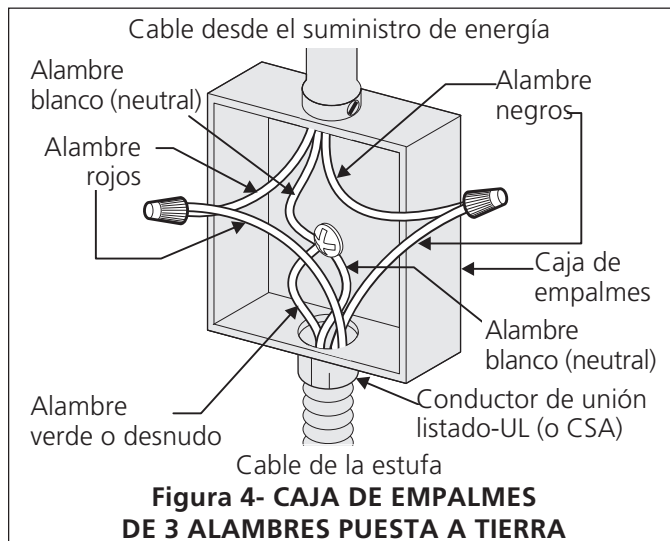

Figura 4- CAJA DE EMPALMES DE 3 ALAMBRES PUESTA A TIERRA
Si su cocina que debe conectarse a una caja de juntas con conexión a tierra de 3 hilos (ver figura 4):
2. En el interruptor automático, caja de fusibles o caja de juntas: conectar el aparato y los cables residenciales como se muestra en la figura 4.